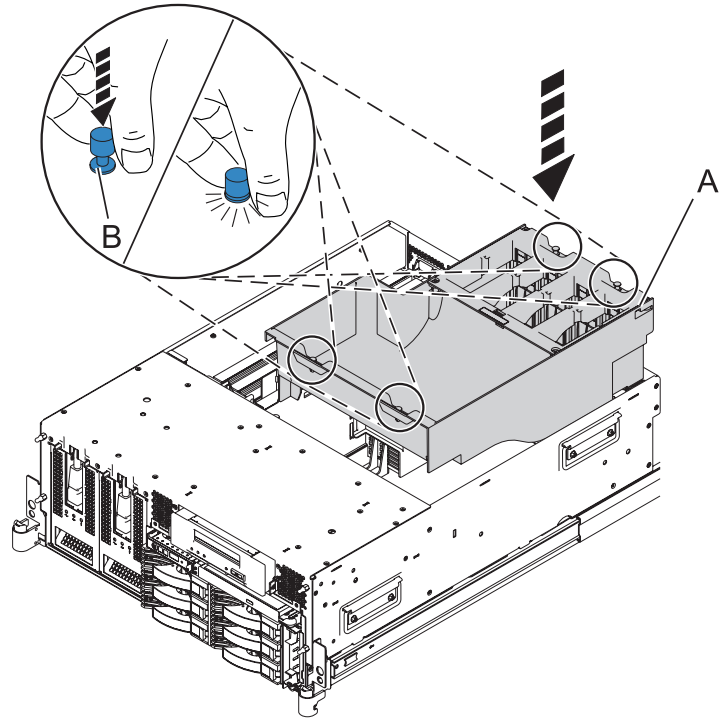

Figure 24. Remplacement de la grille d'aération
7. Remplacez la grille d'aération en insérant la grille et en sécurisant les quatre languettes de verrouillage comme illustré à la figure 24, à la page 29.